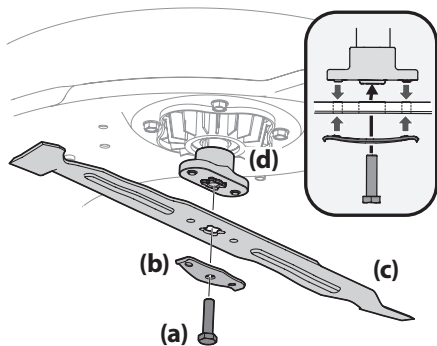

Figure 23
3. Retirez le boulon hexagonal (a) et le support de la lame (b) qui fixent la lame (c) et l'adaptateur (d) au moteur du plateau. Voir Figure 23.
4. Retirez la lame (c) et l'adaptateur (d) de la fusée du moteur du plateau de coupe. Voir Figure 23.